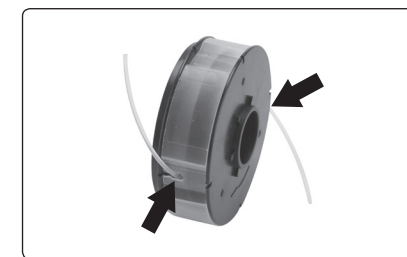

Abb. 14
- Danach ziehen Sie über den Spulenrand den Kunststoffring so auf, dass die position der Öffnungen im Ring den Lagen der befestigten Fadenenden an den Seiten der Spule entspricht. Lösen Sie anschließend die in den Kerben auf den Spulenseiten befestigten Fadenenden und bringen Sie diese in die Bohrungen im Kunststoffring, siehe Abb. 14.